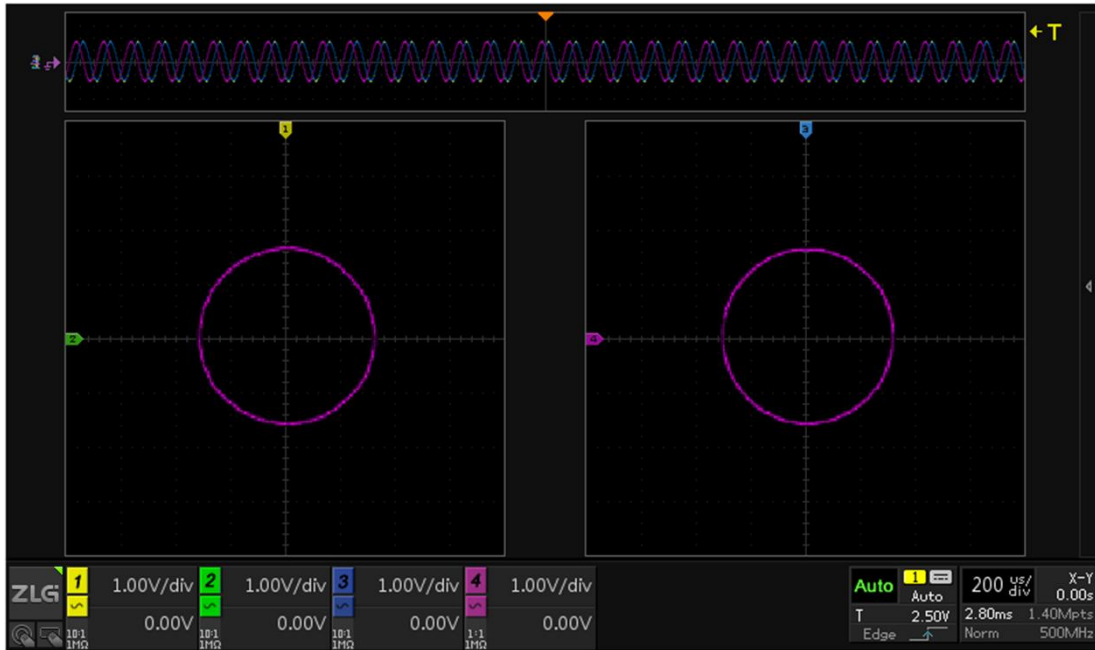

图 9.11 圆
- 当 $\Phi = \pi/2$ 并且 $A = B$ 时，得到 X 和 Y 的关系为 $A^2(\sin \omega t)^2 + A^2(\cos \omega t)^2 = A^2$ ，此时波形即为以 A 为半径的圆，如图 9.11 所示。